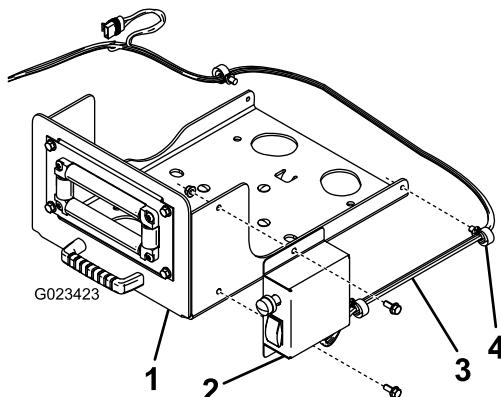

図6
5. スイッチボックスをスイベルプレートに取り付ける；ボルト (5/16インチ) 2本と、フランジナット (5/16インチ) 2個で図6のように取り付ける。
6. ワイヤハーネスを、スイベルプレートの側部に固定する；既存のクリップを使用する（図6）。